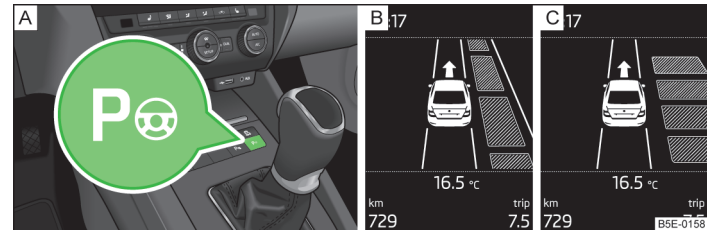

Fig. 133 Tasta sistem / Afișarea pe ecranul panoului de bord
Când sistemul este activ, luminează în tastă  lampa de control  » fig. 133 la pagina 141 - A.
- Apăsăți **o dată** tasta **[Pse]** » fig. 133.
Pe afișajul panoului de bord se afișează următoarele » fig. 133 - **[B]**.
- Apăsăți **de două ori** tasta **[Pse]** » fig. 133.
Pe afișajul panoului de bord se afișează următoarele » fig. 133 - **[C]**.
- Apăsați o dată tasta  » fig. 133 la pagina 141.